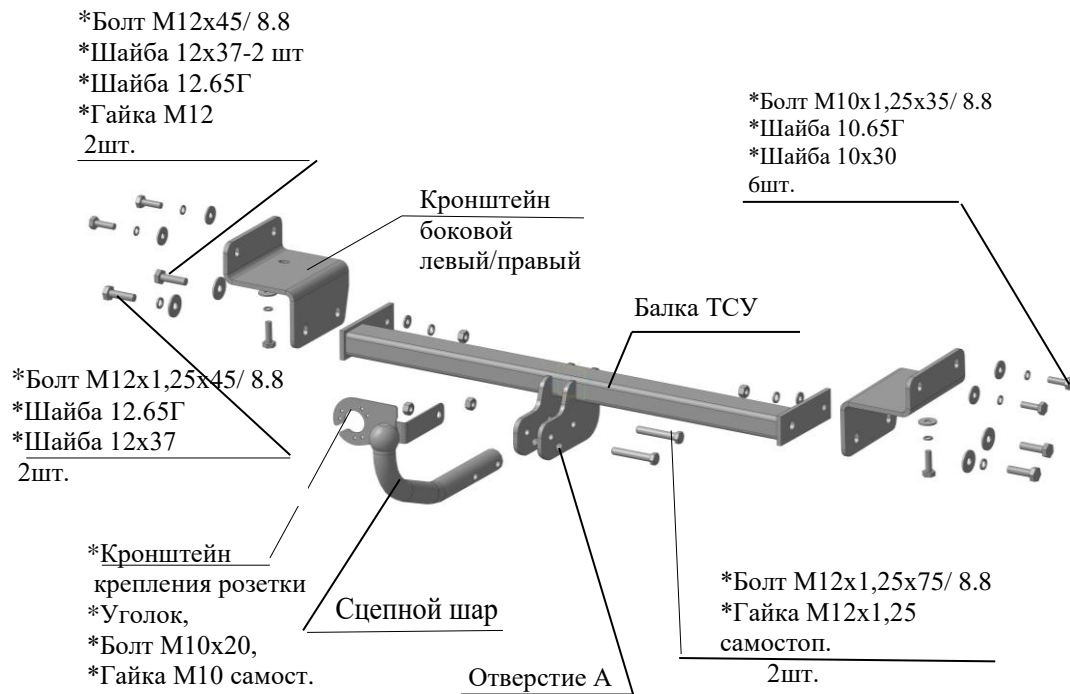

Рис.1 Тягово-сцепное устройство ТСУ 7252.
2.1 ТСУ 7252 в сборе (рис.1)	1 шт.
2.2 Пакет с комплектующими (см. рис.1)	1 шт.
4.2 Закрепить боковые кронштейны ТСУ (левый и правый соответственно рис.1) к боковым наружным и нижним полкам лонжеронов а/м болтами М10х1,25х35 используя гайки штатные, подложив под головки болтов шайбы 10.65.Г и шайбы 10х30. Крепеж не затягивать.